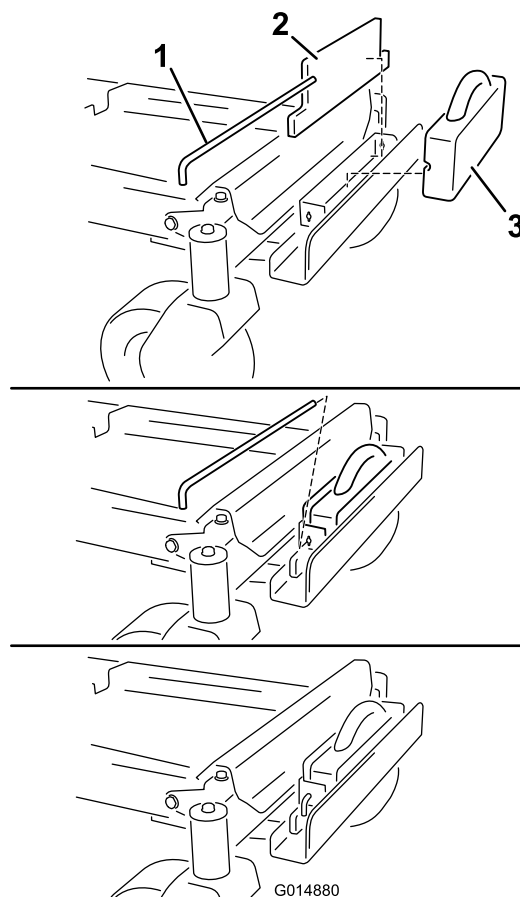

Figura 9
6. Installate una zavorra piatta alla staffa di supporto e spostatela all'indietro, a livello con la staffa (Figura 9).
7. Installate una zavorra a valigia di fronte alla zavorra piatta (Figura 9).
8. Assicurate le zavorre alla staffa con la barra trasversale sagomata (Figura 9). Installate la barra e ruotatela di 90 gradi verso il basso per bloccarla in posizione.